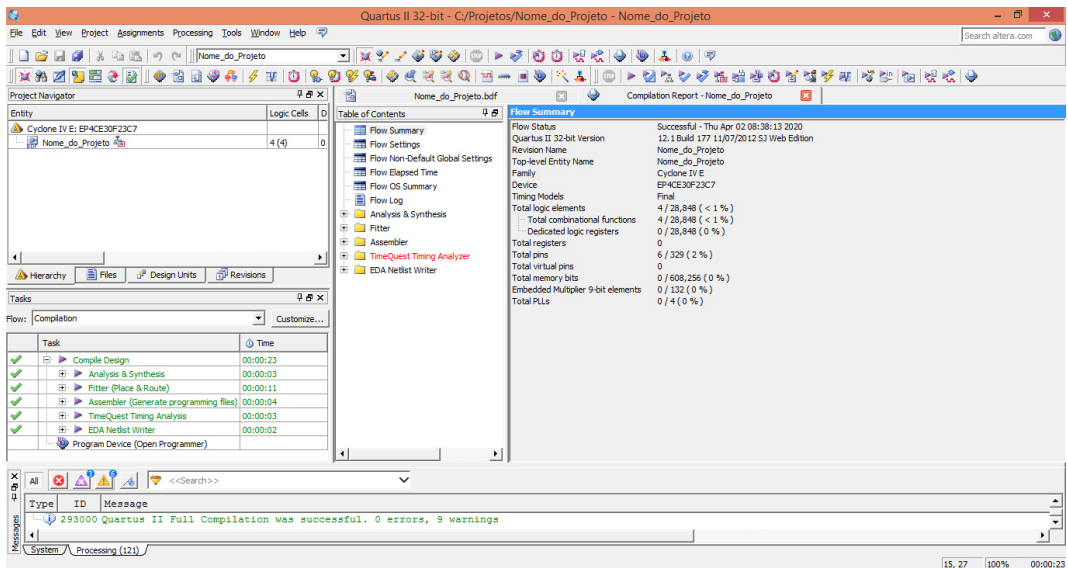
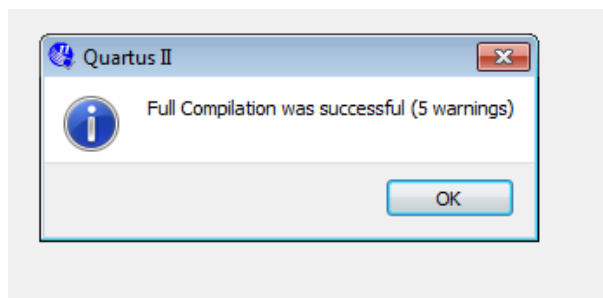

Figura 30: Tela gerada pela compilação de um projeto
Figura 31: Janela de compilação mostrando mensagem de compilação concluída
2. Durante a Compilação, aparecem mensagens de toda a compilação numa janela de Mensagens (Figura 30). É possível selecionar uma mensagem e localizar sua fonte no arquivo de projeto ou outro arquivo. Durante a Compilação, aparece uma tela com as informações sobre o projeto, (Figura 30), como dispositivo usado, família do dispositivo, número de blocos lógicos utilizados no dispositivo, número de pinos usados, etc. Aparece mensagem de compilação concluída, (Full Compilation was successfull) como mostra a Figura 31 se tudo estiver correto. Caso tenha algum erro, a compilação não será concluída e aparece a mensagem “Full Compilation was NOT successfull”. As mensagens sobre os erros da compilação são apresentadas numa janela de Mensagens. Caso essa janela não esteja visível, selecione na barra de ferramentas do quartus a opção VIEW/UTILITY WINDOWS/MESSAGES. É possível selecionar uma mensagem e localizar sua fonte no arquivo de projeto.